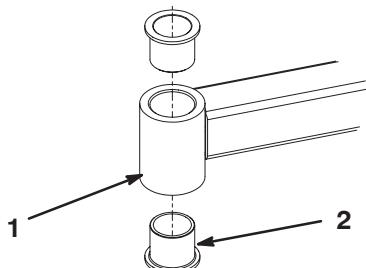

Figure 27
4. Insérez un chasse-goujille dans le haut ou le bas du tube de montage et chassez la bague hors du tube (Fig. 27). Chassez ensuite l'autre bague. Nettoyez l'intérieur des tubes de montage.